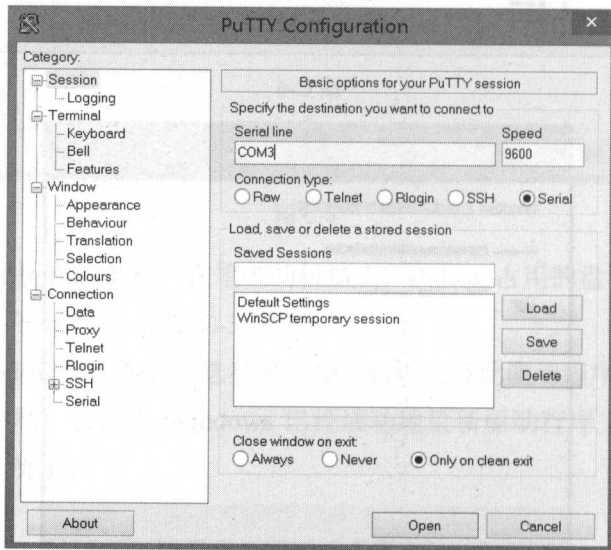

图 C-9
- 5) 打开 Putty 软件，单击“Session”，在【Connection type】分类中选择【Serial】串口模式，输入串口号和波特率（默认波特率：9600）如图 C-9 所示。